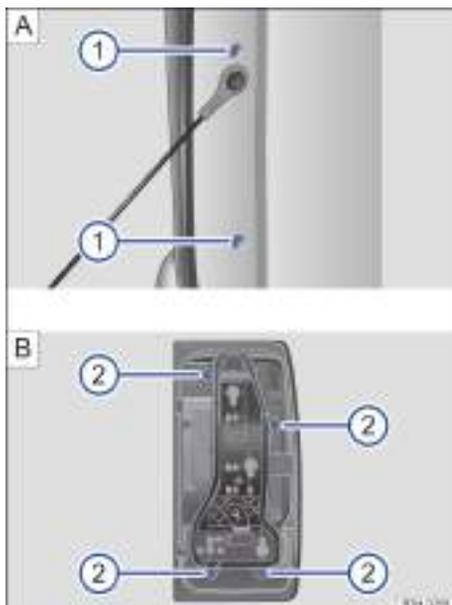

Fig. 150 **A** En el lateral de la superficie de carga: desmontar el grupo óptico trasero. **B** Soltar el portalámparas.
→ fig. 150 y → fig. 151
- ① Tenga en cuenta y siga la lista de comprobación → página 201.
- ② Abra el portón de carga → página 67.
- ③ Desenrosque los dos tornillos Torx de estrella con el destornillador de las herramientas de a bordo → fig. 150 ① **A**.
- ④ Presione el grupo óptico hacia fuera y extráigalo con cuidado hacia atrás de la carrocería.
- ⑤ Desbloquee el conector, desacóplelo y deposite el grupo óptico sobre una superficie limpia y plana.
- ⑥ Desenrosque los cuatro tornillos de estrella del portalámparas con el destornillador de las herramientas de a bordo → fig. 150 ② **B**.
- ⑦ Extraiga el portalámparas del grupo óptico trasero.
- ⑧ Sustituya la lámpara averiada por otra nueva del mismo tipo.
- ⑨ Coloque el portalámparas en el grupo óptico trasero y atorníllelo.
- ⑩ Con una mano sostenga el grupo óptico trasero en la posición de montaje y con la otra apriete los tornillos de fijación → fig. 150 ② **B**.
- ⑪ Acople el conector al portalámparas y coloque el grupo óptico trasero con cuidado en la carrocería.
- ⑫ Compruebe que el grupo óptico trasero haya quedado montado correctamente y esté bien fijado.
- ⑬ Enrosque y apriete los dos tornillos Torx de estrella con el destornillador de las herramientas de a bordo → fig. 150 ① **A**.